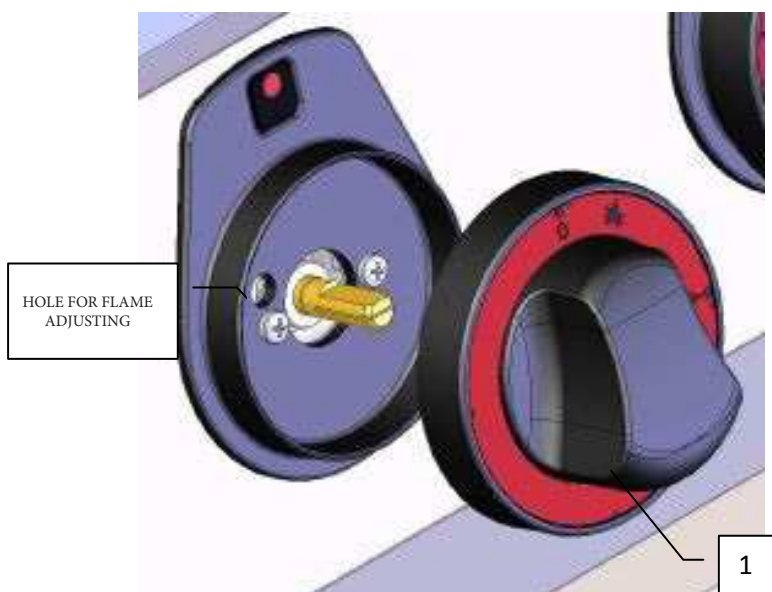

fig. 4
- Scoateți butonul de comandă (nota 1, fig.4) trăgând spre dumneavoastră